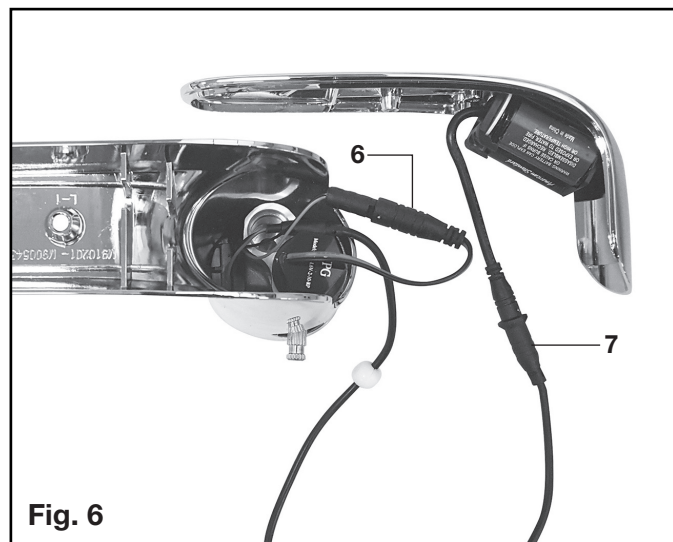

Fig. 6
POUR LES ROBINETS ACHETÉS APRÈS OCTOBRE 2019 (FIG. 6)
1. Retirez la VIS DU COUVERCLE(1) et soulevez le COUVERCLE(15).
2. Déconnectez les CÂBLES DU CAPTEUR (6) et (7) de la PILE et de la VALVE DE SOLÉNOÏDE. (Fig. 6)